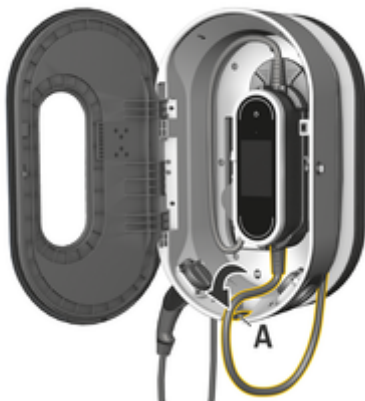

Abb. 19 Bedieneinheit einhängen
3. Fahrzeugkabel durch die Öffnung **A** (Abb. 19) führen und nicht benötigte Leitungslänge um das Lade-Dock wickeln.